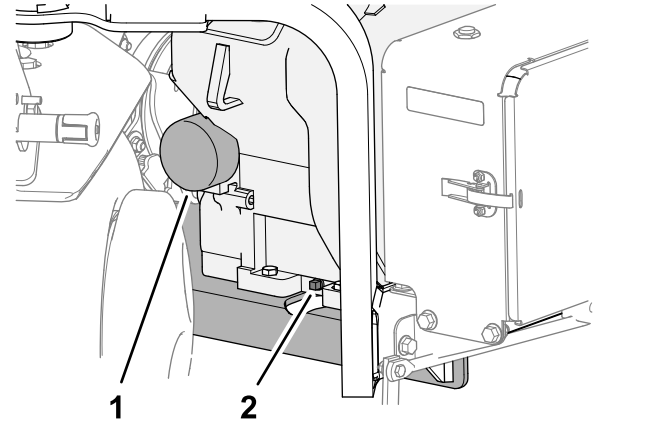

Figura 161
3. Coloque un recipiente debajo del tapón de vaciado del aceite y retire el tapón (**Figura 161**).
1. Coloque un recipiente poco profundo debajo del filtro y retire el filtro (**Figura 161**).
6. Enrosque el filtro de aceite en el adaptador del filtro hasta que la junta entre en contacto con el adaptador (**Figura 161**) y, a continuación, apriete el filtro media vuelta más.